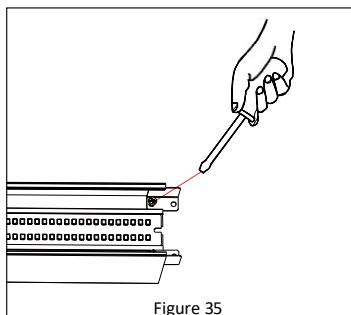

Figure 35
5. Serrez la vis sur chaque déflecteur. *Reportez-vous à la Figure 35.*